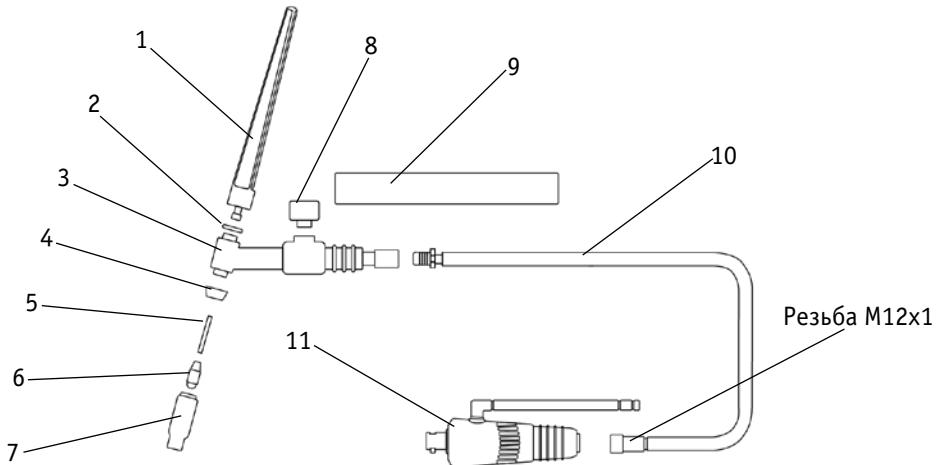

Рис. 12.3. Схема вентильной горелки для аргонодуговой сварки.
- 7) Вентильная горелка (См.рис.12.3).
Для работы в TIG Lift режиме с аппаратом понадобится пред назначенная для этого горелка (См. рис. 12.3). Горелка представляет собой узел, обеспечивающий передачу тока и защитного газа от сварочного аппарата к свариваемому изделию.